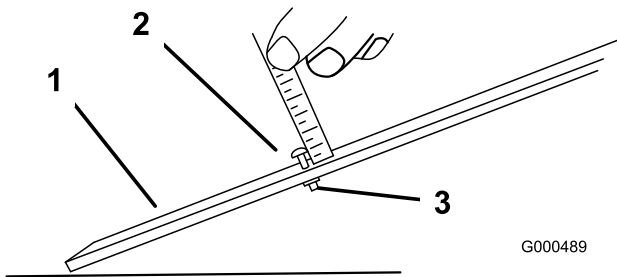

Figura 52
3. Afloje la tuerca de la barra de ajuste (Figura 52) y ajuste el tornillo para la altura de corte deseada. La distancia entre la parte inferior de la cabeza del tornillo y la cara de la barra es la altura de corte.